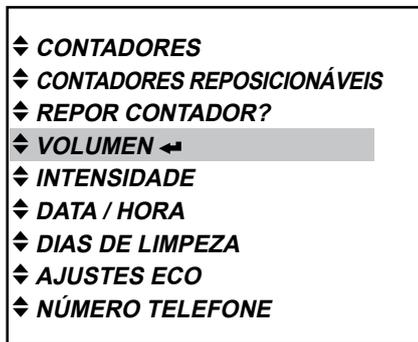

Fig. 35
1. Prima a tecla Enter **↵** para aceder ao menu «VOLUME». (Fig. 35)